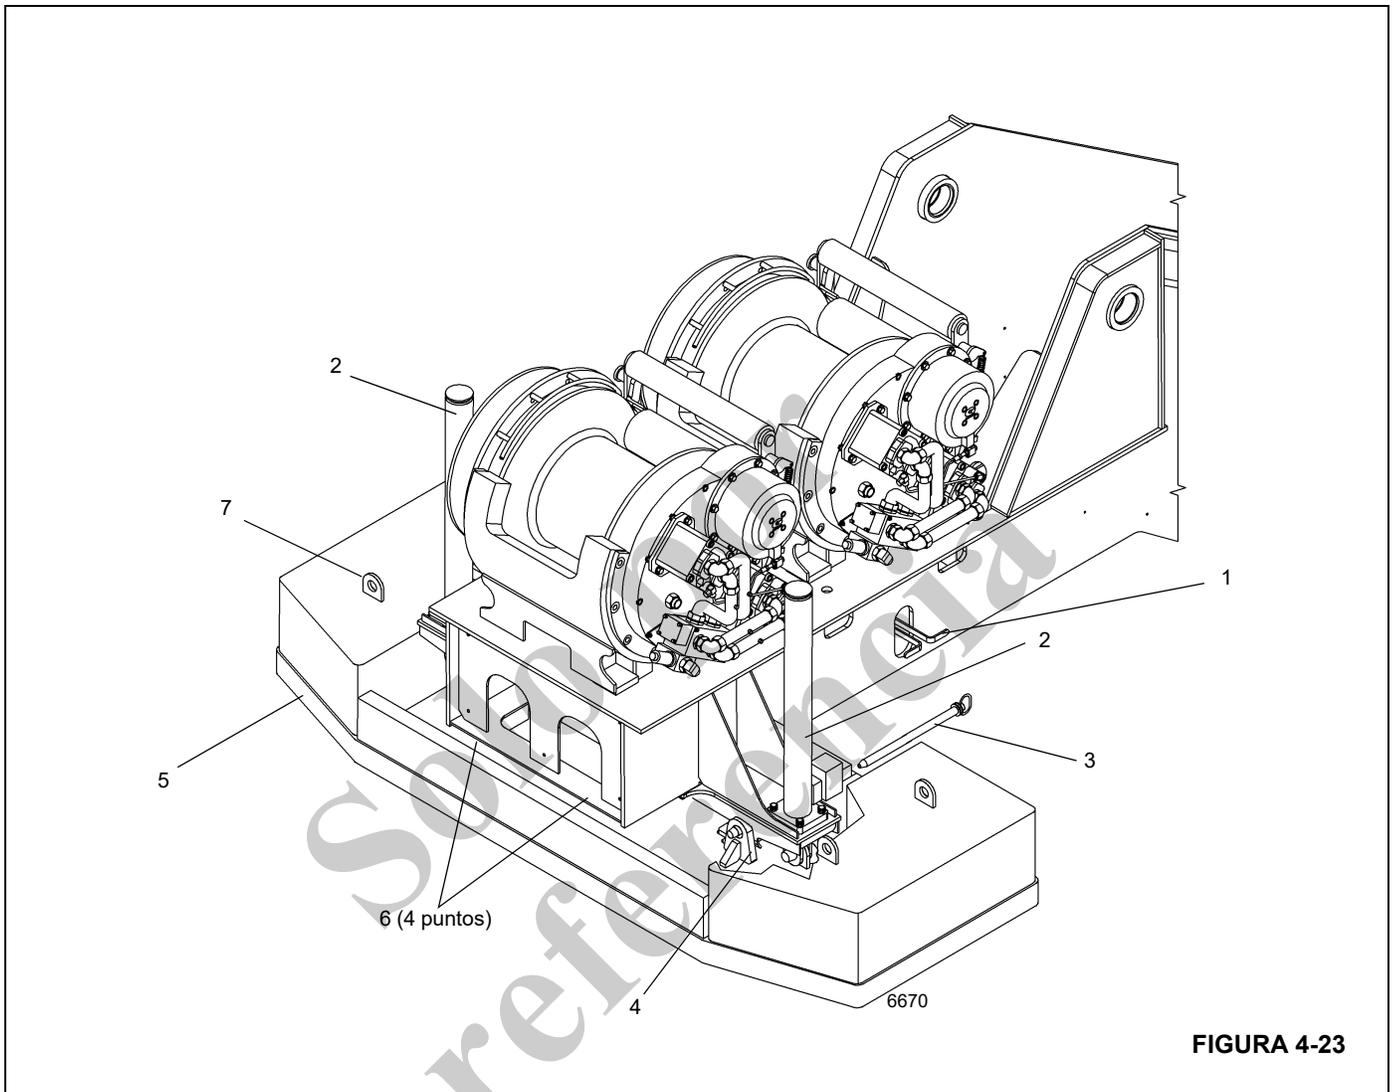

FIGURA 4-23
5. Utilice los interruptores de la válvula de retiro del contrapeso (Figura 4-22) y (Figura 4-23) ubicados en ambos lados de la plataforma de giro para bajar los cilindros del contrapeso. Fije los cilindros al contrapeso, usando los pasadores de fijación de los cilindros. Instale pasadores de retención en los pasadores de fijación.